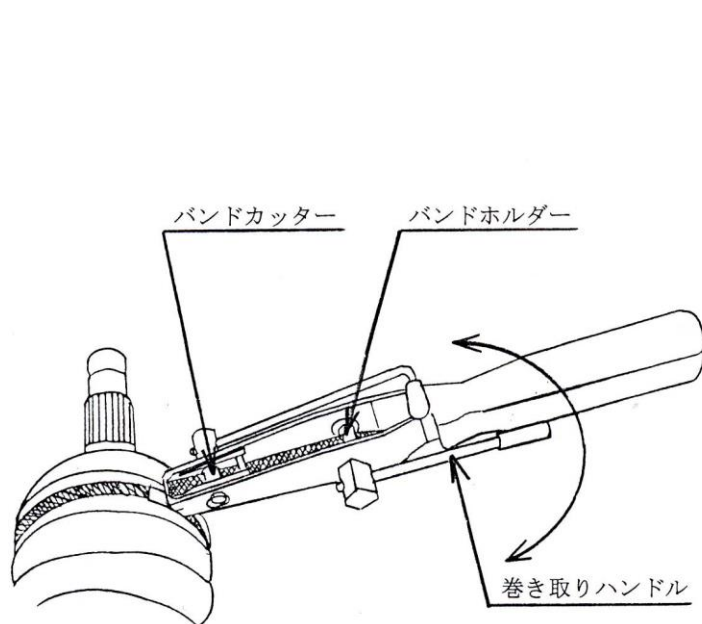

図 1
- ①ドライブシャフトのブーツに取り付けたブーツバンドを、本機のカッター（カッターハンドルを図1の位置にする）とバンドホルダーに通して下さい。（図1参照）
- ②巻き取りハンドルを回転させて、ブーツバンドを巻き取って下さい。（図1参照）